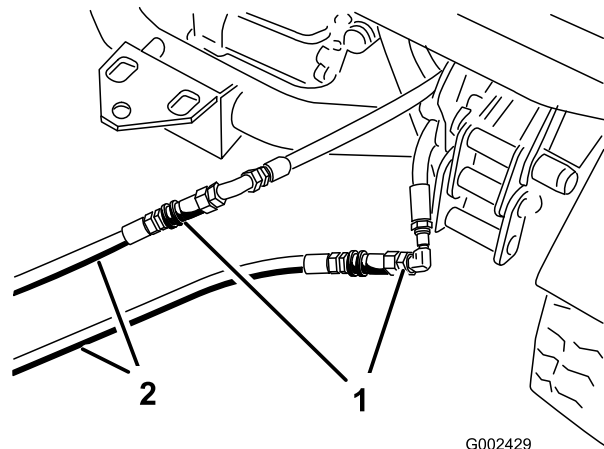

図 74
3. 故障しているワークマンのカップラホースに、救援用ホース2本を接続する 図 74。